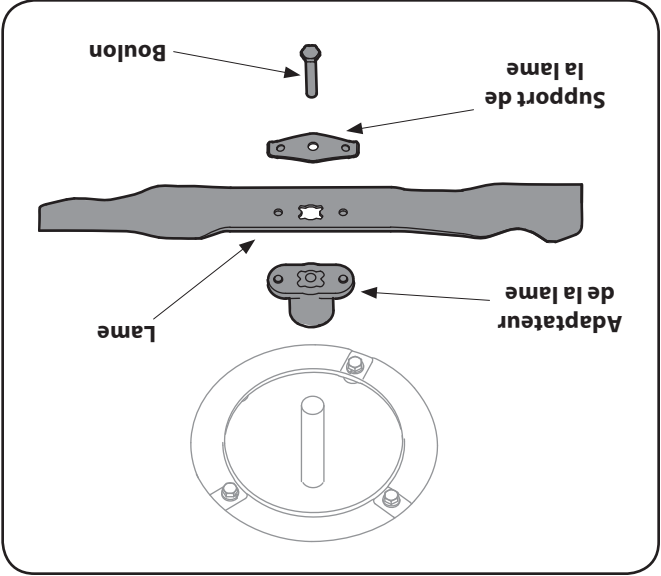

Figure 7-1
2. Enlevez le boulon et le support de la lame qui maintiennent la lame et l'adaptateur sur le vilebrequin. Voir la Fig. 7-1.
3. Dégagez la lame et l'adaptateur du vilebrequin. Voir la Fig. 7-1.
5. Lubrifiez le vilebrequin et la surface intérieure de l'adaptateur de la lame avec une huile légère. Glissez la lame sur l'adaptateur de façon que le côté « Bottom » (ou le numéro de pièce) se trouve sur le dessous (vers le sol) pendant le fonctionnement. Assurez-vous que la lame est bien alignée et qu'elle repose sur les paliers de l'adaptateur. Voir le détail de la Figure 7-1.